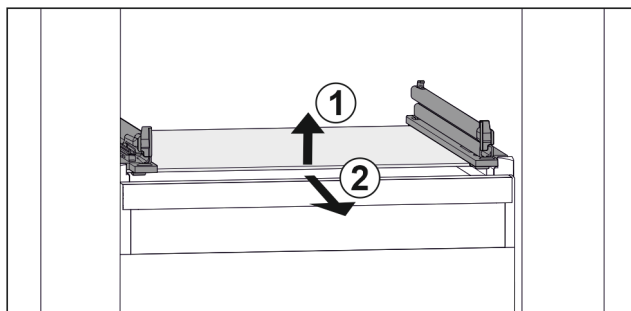

Fig. 65 Exemple de représentation de la tablette en verre
- Soulever la tablette en verre par l'avant. Fig. 65 (1)
- Retirer la tablette en verre par l'avant. Fig. 65 (2)